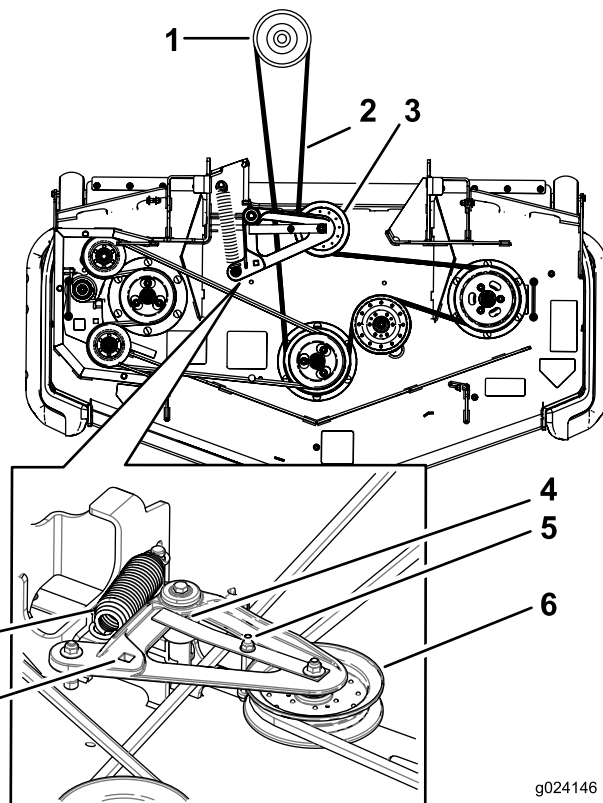

Figure 97
5. Soulevez le bac de plancher et insérez un rochet dans le trou carré de la poulie de tension du plateau (Figure 97).
6. Tournez la poulie de tension dans le sens horaire et retirez la courroie du plateau (Figure 97).
7. Enlevez et mettez de côté les fixations des deux côtés du plateau, comme montré à la Figure 97.